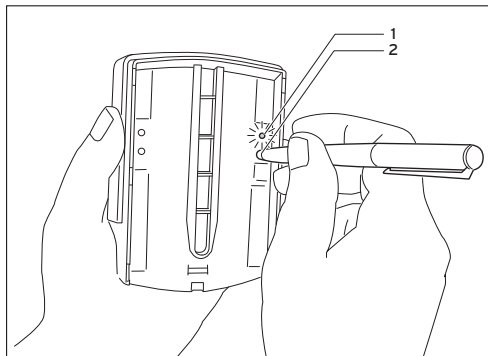

Fig. 3.6 Idrifttagning af radioudeføleren
⇒ Aktivér radioudeføleren ved at aktivere trykkontakten (2, fig. 3.6) til højre på bagsiden f.eks. med en stift.
Den grønne lysdiode (1, fig. 3.6) blinker i 2 til 30 sekunder.
- ⇒ Træk radioreguleringen af vægsoklen. Før her en skruetrækker ind i de to låsetappe (se fig. 3.6 pile).